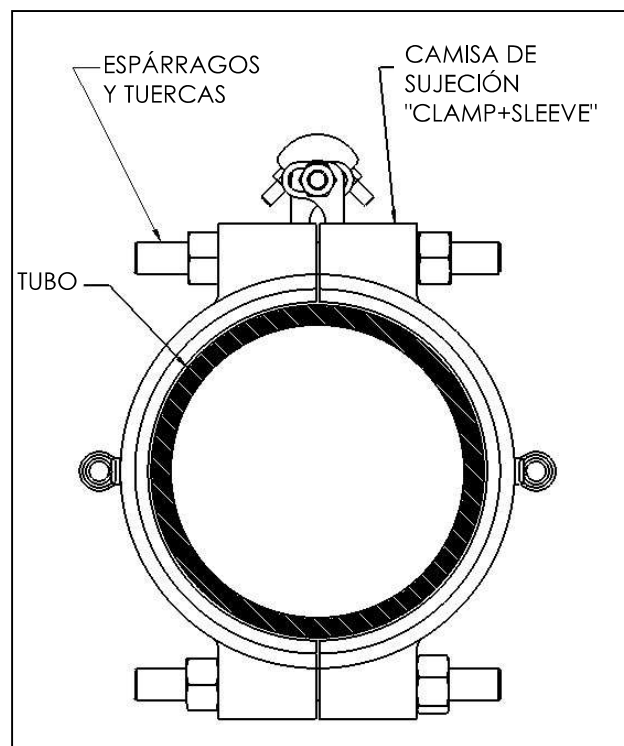

Figura 12
6. Una vez que el accesorio quede envuelto alrededor del tubo, inserte los espárragos a través de los orificios de los pernos y enrosque las tuercas como se muestra en la Figura 12. Proceda a apretar los espárragos y tuercas según estas instrucciones de instalación.